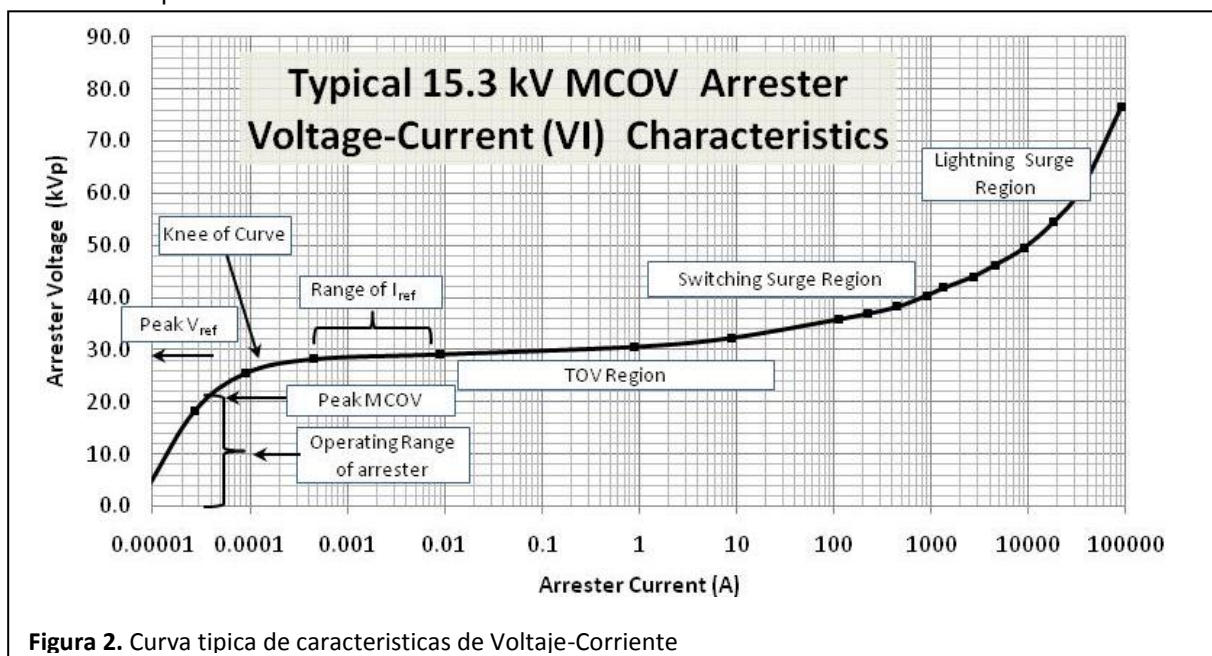
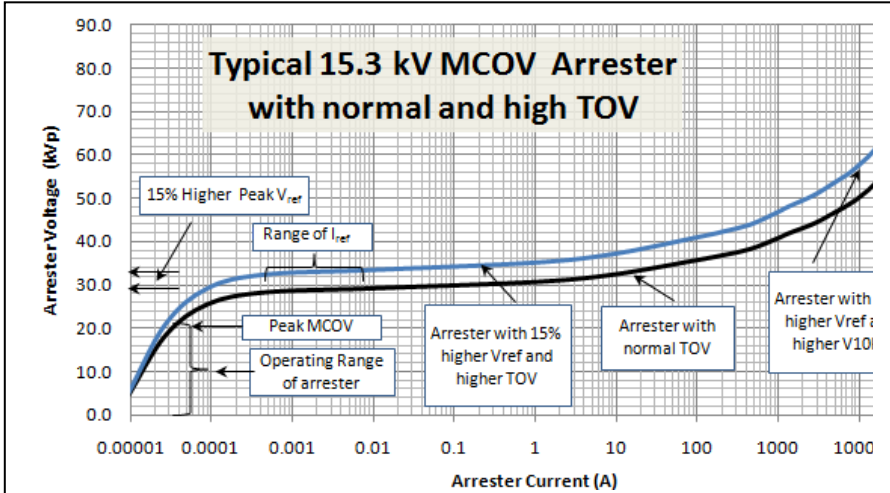

Figura 2. Curva típica de características de Voltaje-Corriente
Figura 6. Supresor 15.3kV MCOV con dos Referencias de Voltaje diferentes y Resistencia TOV distinta.
Un varistor es una resistencia variable con su resistencia controlada por la tensión de voltaje impresa a través del dispositivo. El varistor y la Curva Característica de Voltaje-Corriente es la forma fundamental y sencilla de mostrar cómo la cambia la resistencia a manera una función del Voltaje. Esta curva característica se utiliza de muchas maneras, y usa en gran medida para entender y predecir el comportamiento de un supresor. La Figura 2 es una curva VI típico de un supresor de 15kV MCOV. Una vez que una curva VI se determina para un disco varistor, los datos pueden ser utilizados para predecir las características completas de los supresores.
Las Curvas VI a menudo muestran solamente una polaridad de la curva de la conducción de un varistor como lo hace el de la Figura 2. Los varistores son dispositivos bidireccionales, y la curva característica en la dirección negativa es idéntica para los nuevos varistores no impulsados.
Algunos puntos importantes de la curva VI se llaman en la Figura 2. Estos puntos se describen con más detalle aquí:
3. **Centro de la curva:** Este es un término vagamente usado y describe aproximadamente la región de esfuerzo de voltaje, donde las vías de conducción a través del varistor cambian rápidamente de la región de funcionamiento o la fuga a la región de conducción. En una escala logarítmica lineal como se muestra en la Figura 2, aparece como centro de la curva
No es obvio, pero si una mirada más cercana se toma al trazo VI en la Figura 2, se puede ver que el nivel V_{ref} y el nivel TOV están muy juntos. Esta relación es bastante constante en todos los diseños de supresor. En otras palabras, por diseño, V_{ref} y TOV estarán cerca. Sin embargo la relación entre V_{ref} y MCOV está completamente a discreción del diseñador del supresor. Si se desea que un supresor tenga una mejor capacidad de resistencia TOV, el supresor puede re-adequarse de modo que haya más distancia desde el pico MCOV y V_{ref} . Esto se hace fácilmente mediante la adición de más discos al modelo del supresor. Sin embargo, como se puede ver en la Figura 6, también aumenta el voltaje de descarga a 10 kA lo cual no es muy deseable.